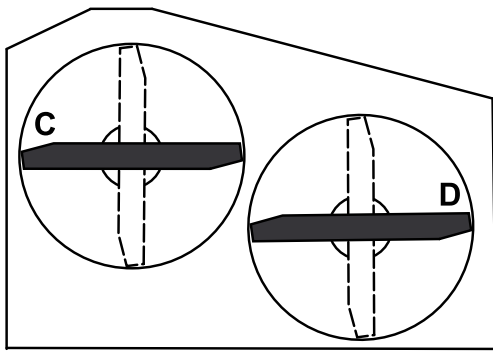

Bild 58
- Stellen Sie die Schnittmesser seitlich. Messen Sie von einer ebenen Fläche bis zu den Stellen **C** und **D** an den Schnittkanten der Messerspitzen (**Bild 58**).